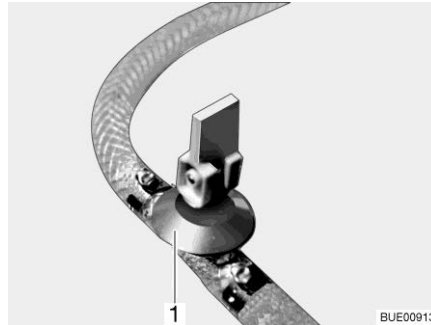

Fig. 192 Robinet de vidange (avec levier à bascule)
- Fermer tous les robinets de vidange. Placer pour ce faire le levier à bascule du robinet de vidange (Fig. 192,1) à l'horizontale.